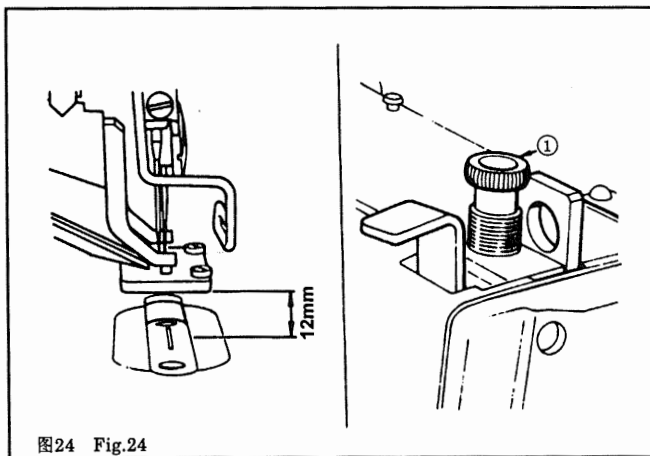

图24 Fig.24
21. 压脚压力的调节 图24
21. ADJUSTING THE PRESSER BAR PRESSURE Fig.24